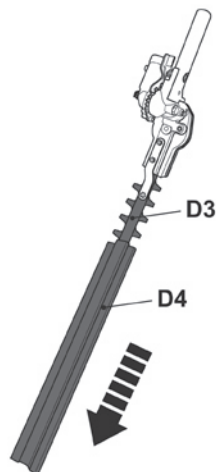

Fig. 28
- > Remova o revestimento da lâmina (D4) da lâmina (D3) antes da utilização (Fig. 28).